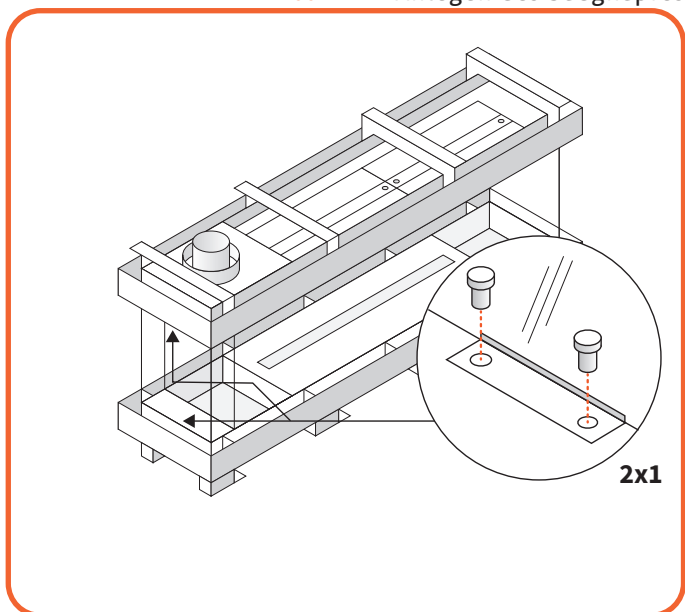

Abb. 9.20 Glasklemmen der Seitescheibe
- Heben Sie die Glasscheibe aus der unteren Glasschiene und neigen Sie sie etwas, um sie aus der Öffnung herauszuziehen, wie in Abbildung 9.20 dargestellt.